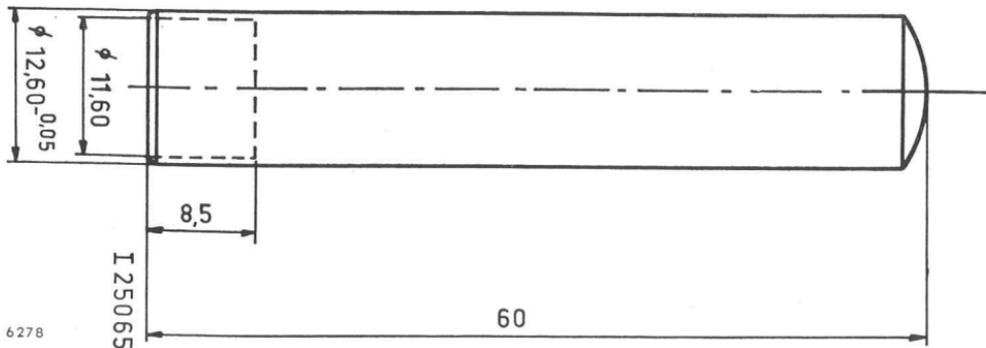

Bild 26. Abmessungen der Einstellstifte
- e. Mit einem Einstellstift die kleine Spule und den runden Magnetkern nach der Massskizze von Bild 26 zentrieren. (Dieser Einstellstift wird **nicht** vom Zentralen Kundendienst geliefert.)